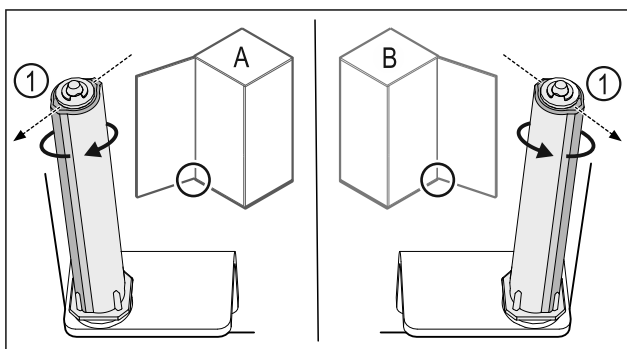

Fig. 30 Linksanschlag (A) / Rechtsanschlag (B)
- Schließsystem gegen den Widerstand drehen, bis der Steg des Schließsystems Fig. 30 (1) nach außen zeigt.